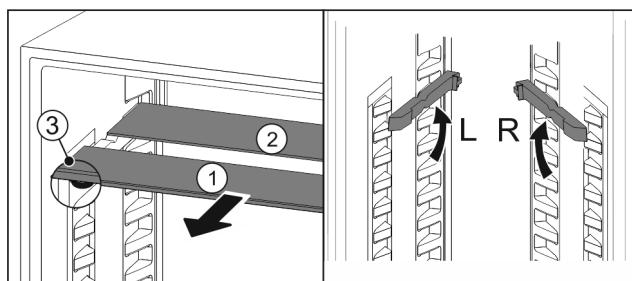

Fig. 69
- ▶ По одной извлеките Fig. 69 (1) стеклянные панели движением вперед.
- ▶ Стеклянная панель Fig. 69 (1) с декоративной планкой лежит спереди.
- ▶ Стопоры Fig. 69 (3) показывают вниз.